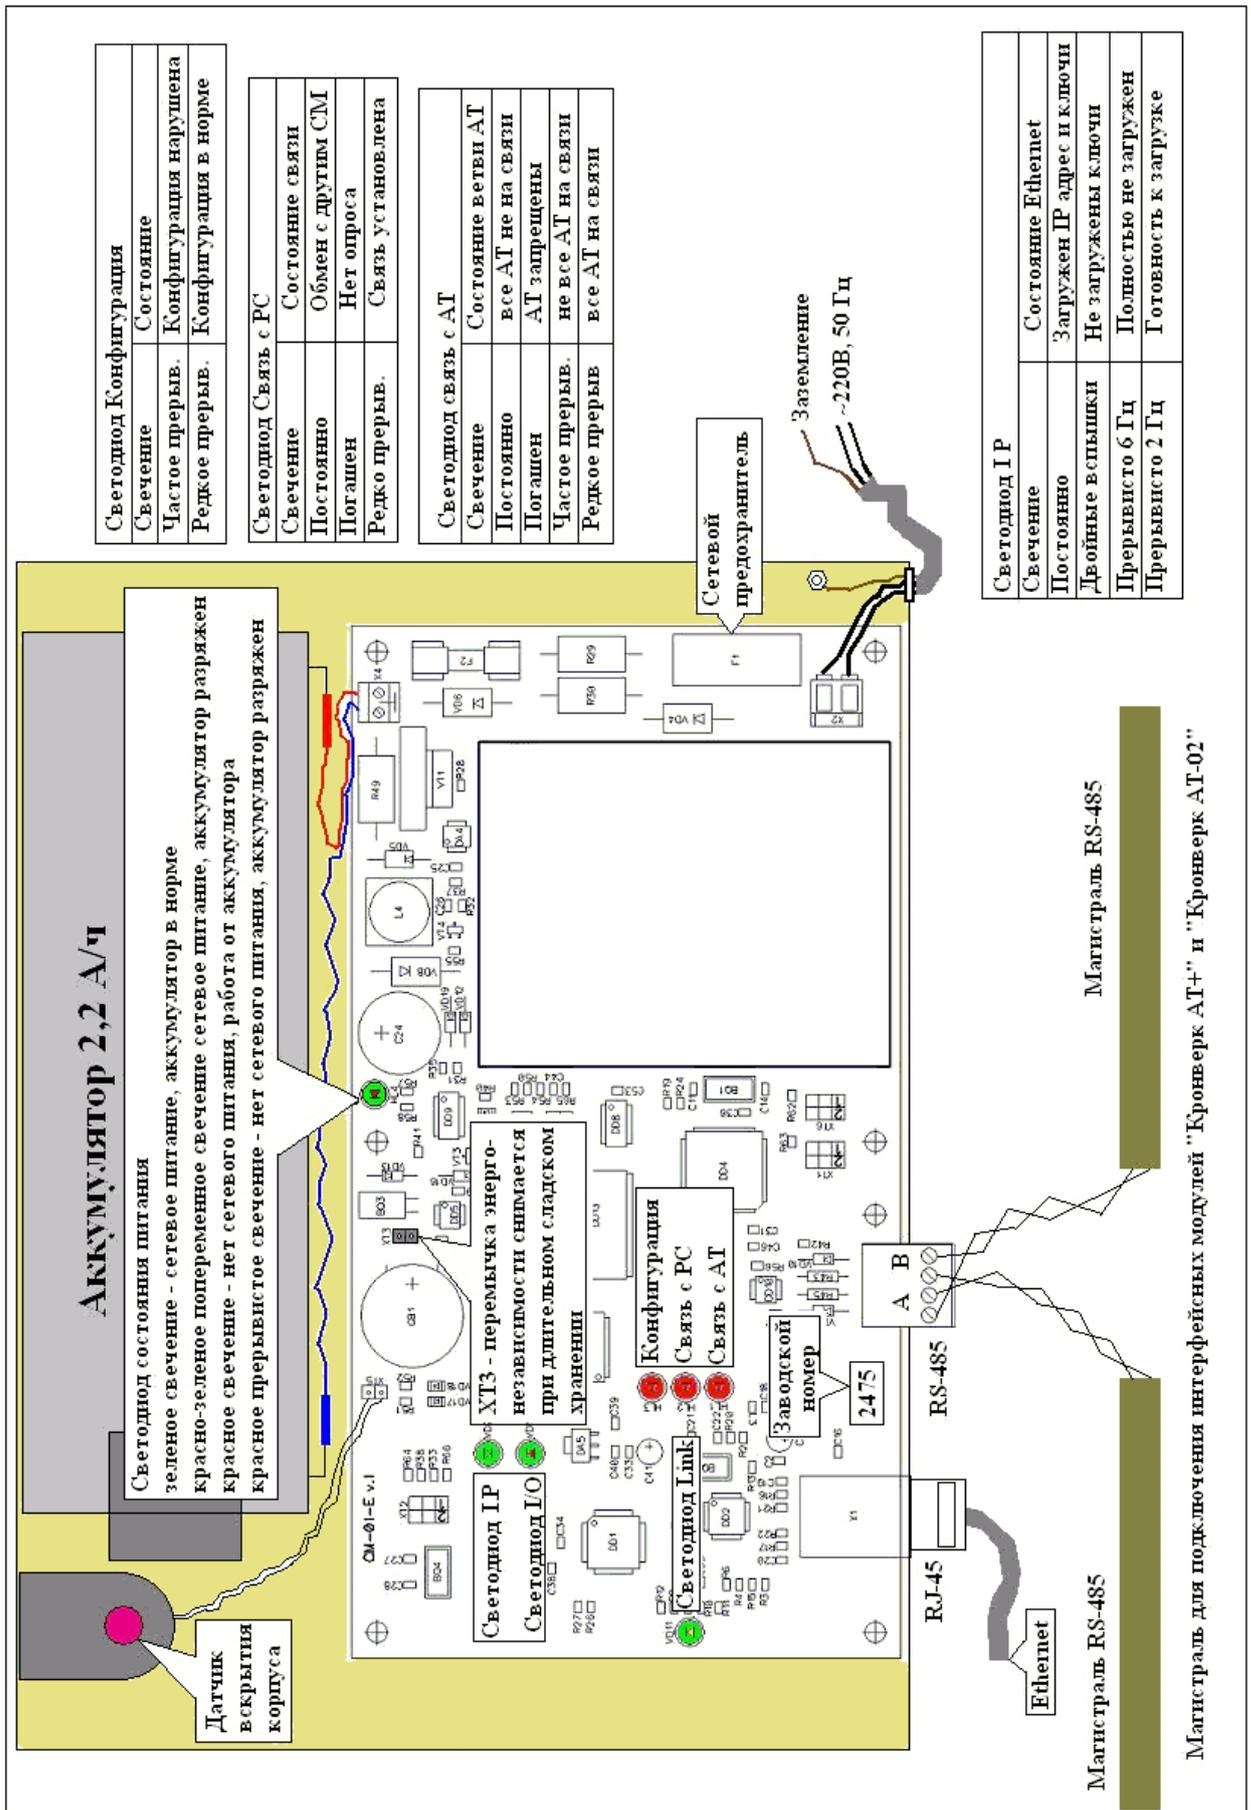

Рис. 3. Расположение разъемов и органов индикации на плате контроллера.
7.3 Контроллер представляет собой печатную плату с электронными компонентами, размещенную в металлическом корпусе. На плате размещены разъемы для подключения магистралей связи, разъемы питания и светодиодные индикаторы. Внешний вид платы и назначение разъемов и светодиодных индикаторов приведены на рис. 3.
9.5 Согласно рис. 3, соблюдая требования п.8.5 подключите к контроллеру интерфейсные модули. Проведите конфигурирование контроллера, руководствуясь документом: «Программное обеспечение системы. Руководство оператора».
На плате контроллера расположены светодиоды, индицирующие состояние контроллера и состояние связи. Расположение светодиодов приведено на рис. 3.